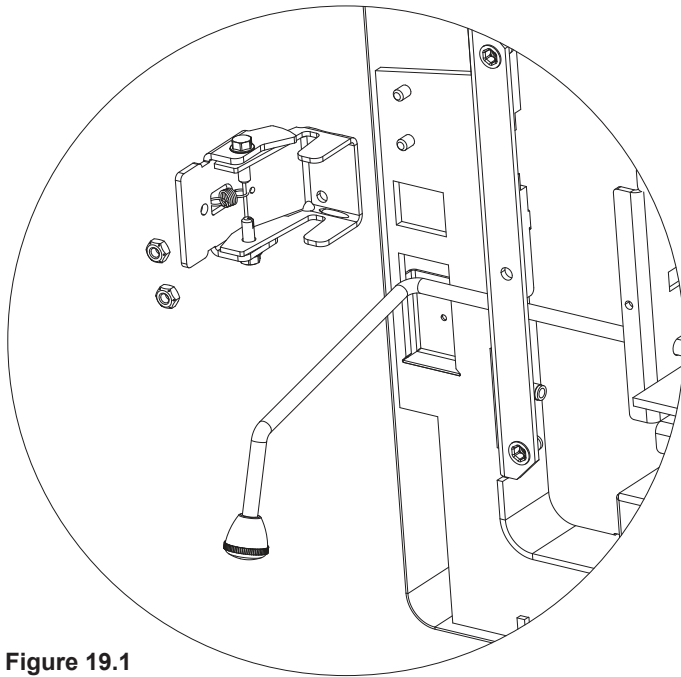

Figure 19.1
- Installez le verrou de l'ARS en glissant l'ensemble du verrou sur les 2 goujons sortant du fond gauche de l'appareil. Fixez en utilisant deux écrous à l'aide de la clé à douille 7/16 (**Figure 19.1 à la page 19**).
9. Installez le verrou de l'ARS en glissant l'ensemble du verrou sur les 2 goujons sortant du fond gauche de l'appareil. Fixez en utilisant deux écrous à l'aide de la clé à douille 7/16 (**Figure 19.1 à la page 19**).